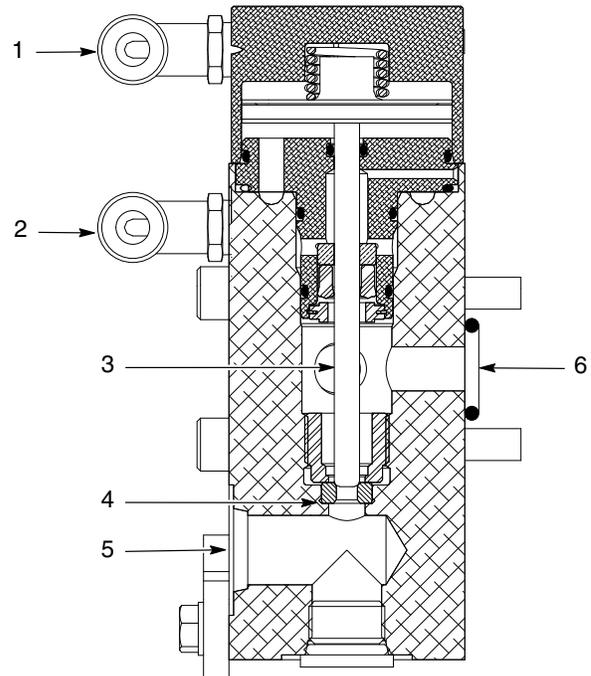

Figura 2 Vista en corte de la válvula de entrada serie S
Ver la figura 2. Cuando el aire es suministrado a la entrada de aire de apertura de la válvula (2), el pistón es empujado hacia arriba y saca el vástago del pistón (3) del asiento (4). El material fluye en la entrada del material (5) y fuera de la salida de material (6).